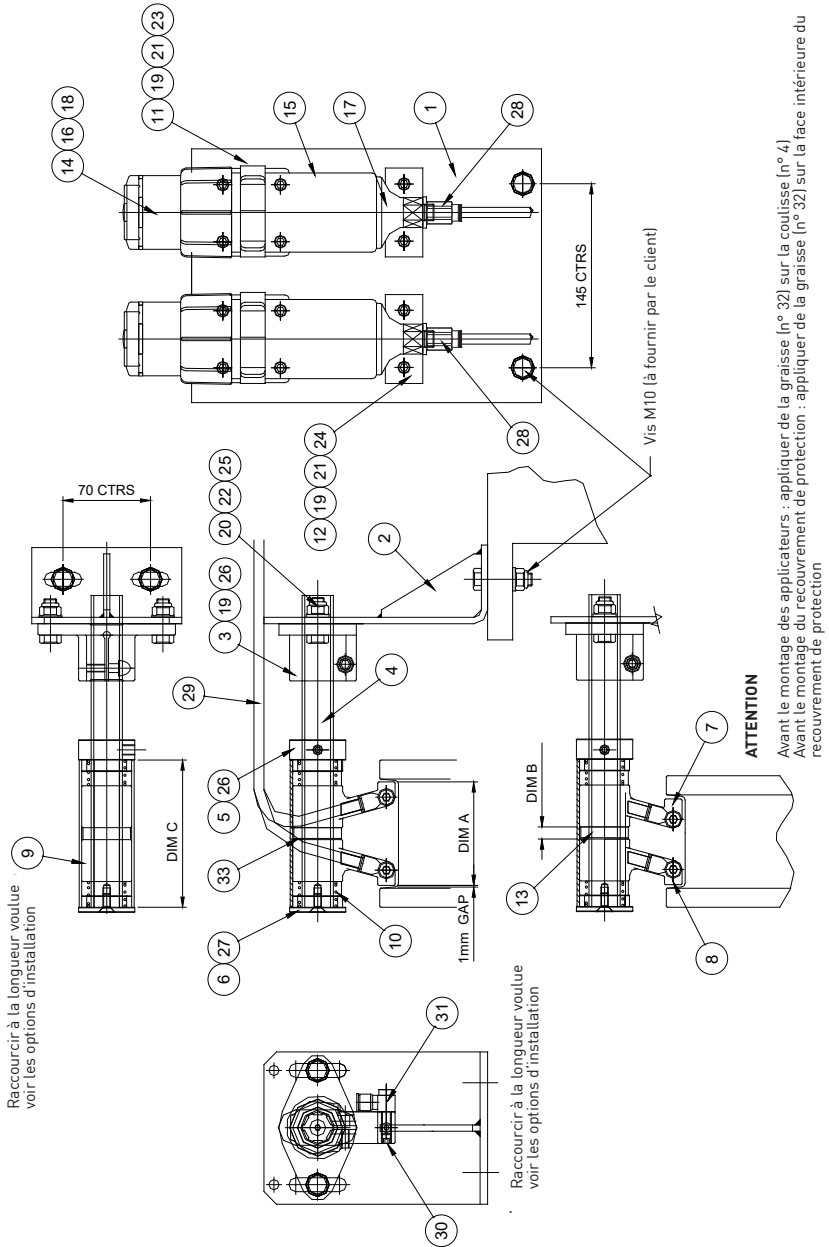

Figure 2
- Assemblez les pièces du perma CWL PLUS SET selon le schéma (figure 2 + tableau 1).
- Positionnez le système perma CWL PLUS et marquez les trous pour l'équerre de montage des coulisses (n° 2, figure 2). Percez les trous en vue de la fixation M10.